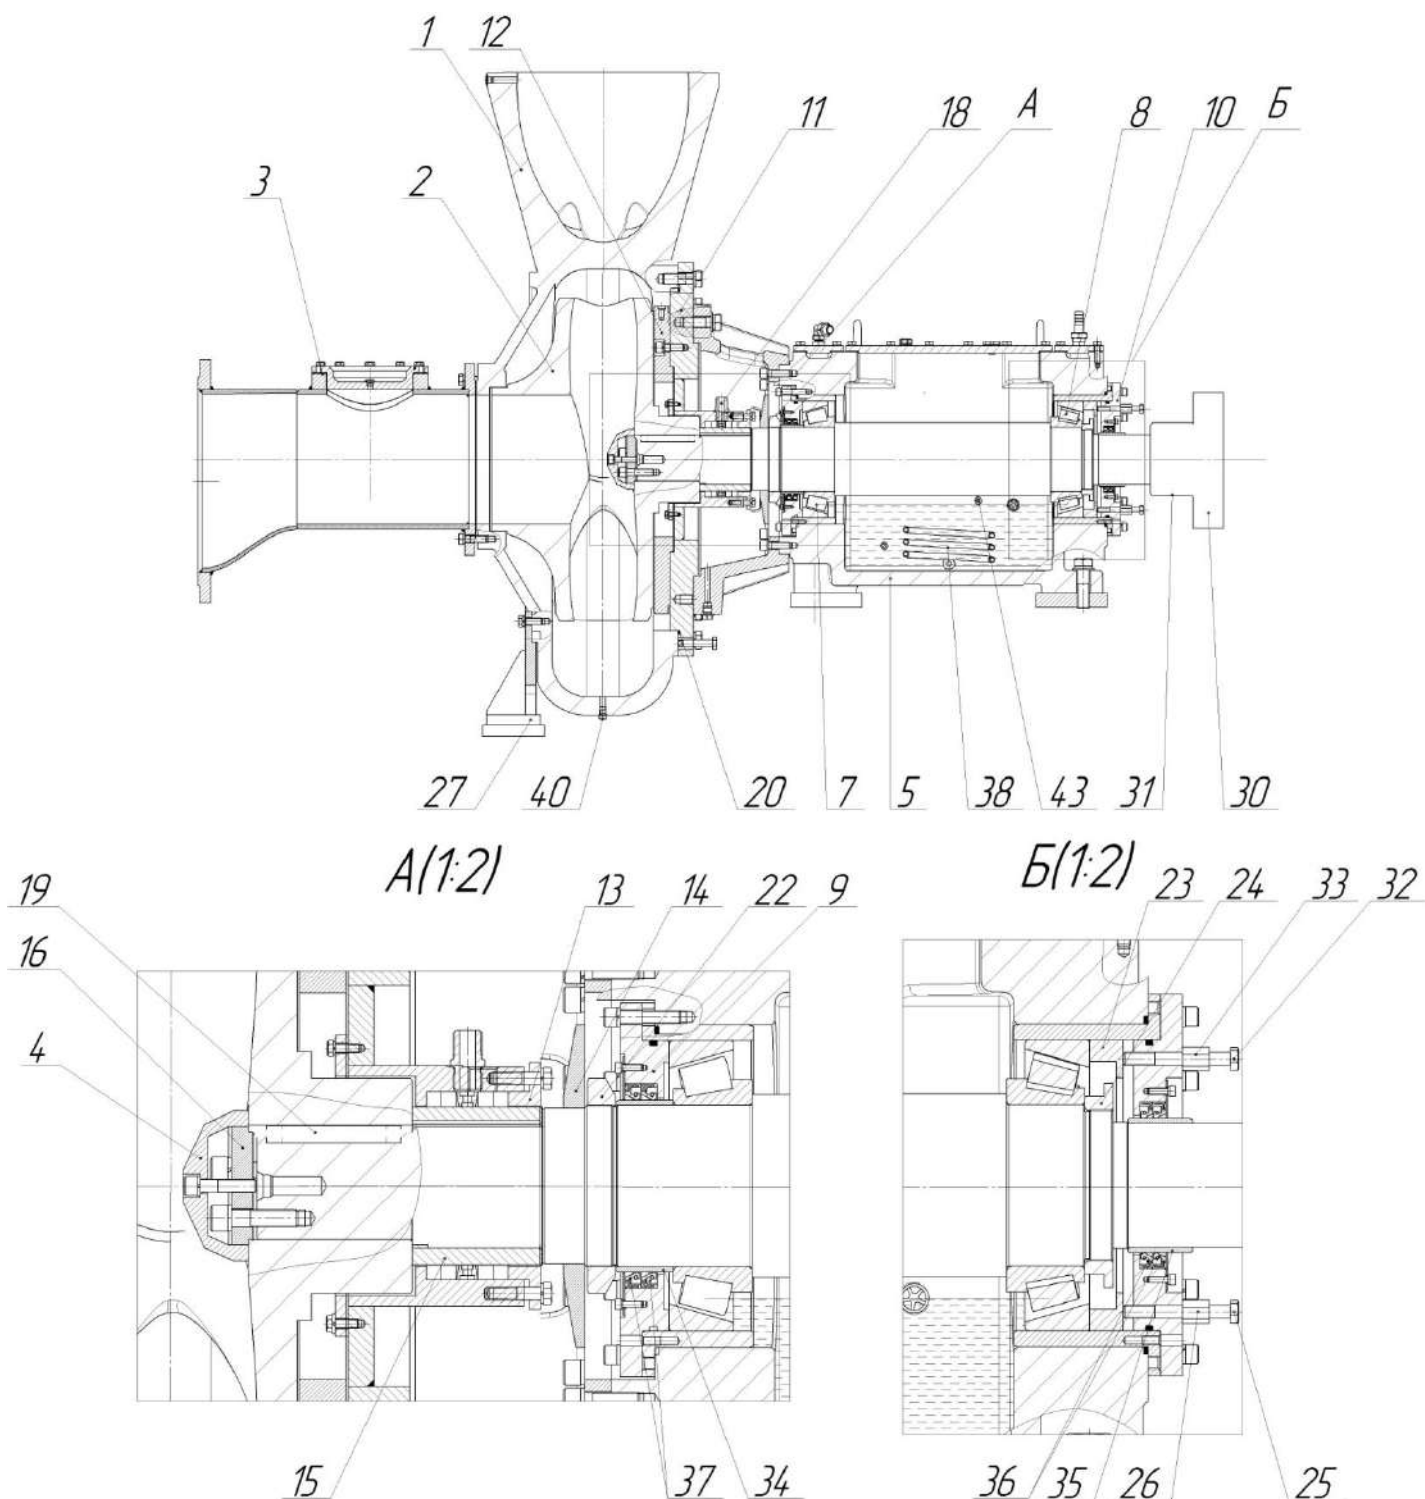

Рис.2 Разрез насоса типа НФ2 400/750.748-6.315/8-400.
9.4.3 Порядок полной разборки насоса (Рис.2)
9.4.4 Порядок сборки насоса (Рис.2)
3. Демонтировать опору корпуса спирального (поз. 27 рис.2).